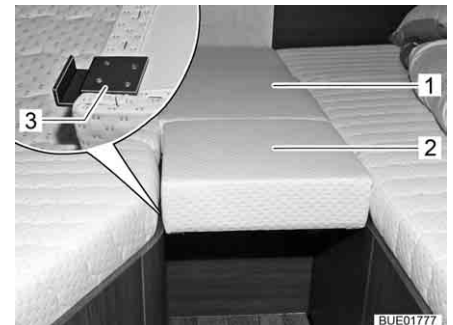

Fig. 140 Couchage
- Poser et déplier le coussin supplémentaire pliable (Fig. 140,1) tout à fait à l'arrière sur le support entre les lits simples (Fig. 140).
- Accrocher le coussin supplémentaire (Fig. 140,2) dans les caches des lits simples avec les quatre fixations (Fig. 140,3) de manière à ce qu'il se forme un couchage plein (Fig. 140).